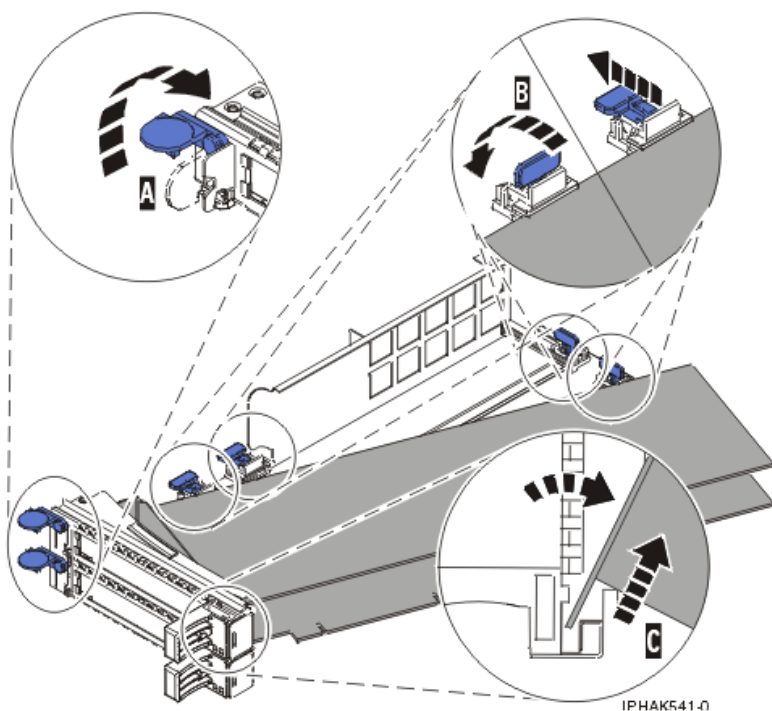
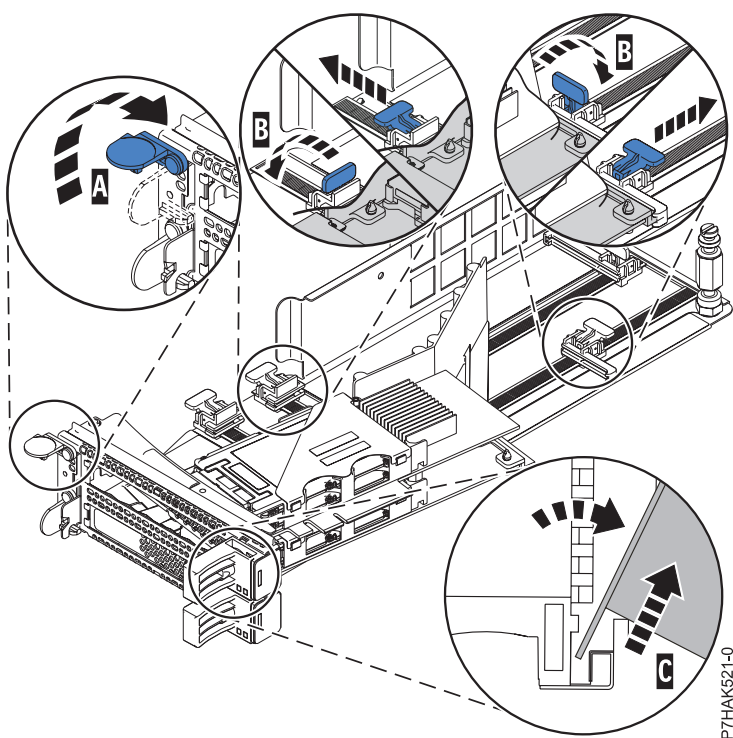

Figure 46. Retrait de la carte de la cassette de cartes PCI
Figure 47. Retrait de la carte PCIe RAID et SSD SAS de la cassette de cartes PCI
- d. Dévissez le pivot (C) et placez-le en lieu sûr
- a. Déverrouillez les crochets de retenue (B) de l'adaptateur en faisant pivoter les pattes de retenue (A) pour les mettre en position horizontale. Voir figure 46, à la page 66. Si vous retirez une carte PCIe RAID et SSD SAS, voir figure 47, à la page 66.